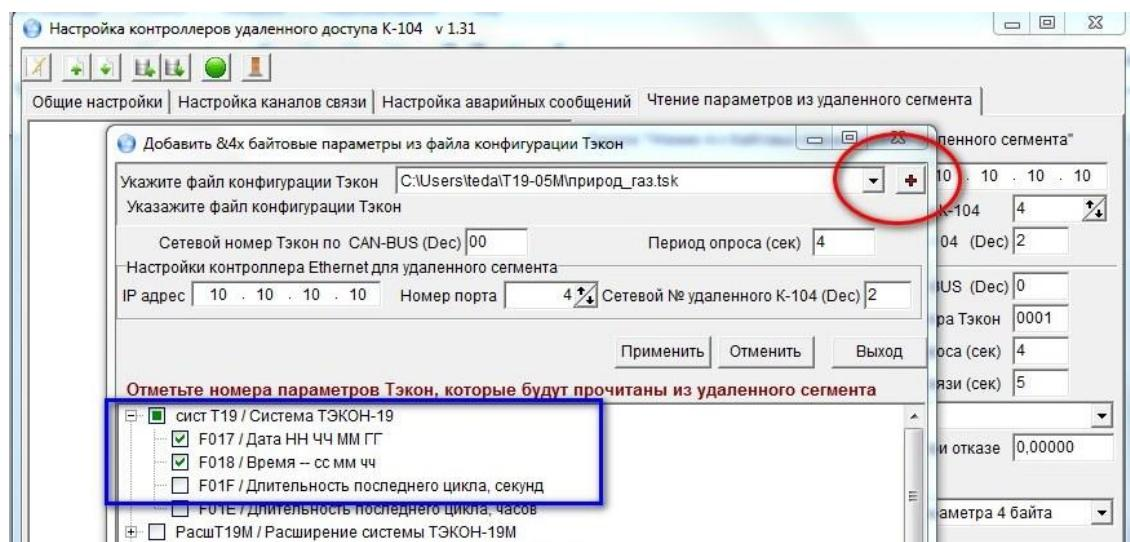

Рисунок 36. Активация параметров из удаленного сегмента
В контекстном меню выберите пункт **Добавить 4х битовые параметры из файла конфигурации Тэкон (Добавить 2х битовые параметры..., Добавить битовые параметры...)**. Откроется дополнительное окно (рисунок 36). В верхнем правом углу окна находятся кнопки и для добавления файлов конфигурации.
- установите флагки  в строках тех параметров, которые будут прочитаны из удаленного ведомого прибора (Рисунок 36);